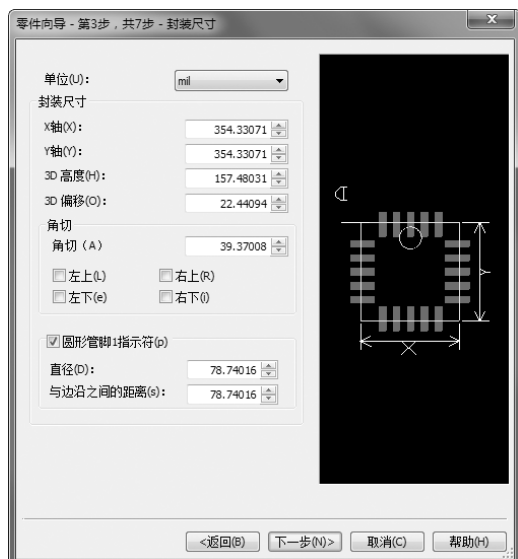

图 14-46 封装尺寸设定界面
2) 单击“下一步”按钮，进入封装尺寸设定界面。在这里设置焊盘的高度与偏移，选择单位“mil”如图 14-46 所示。